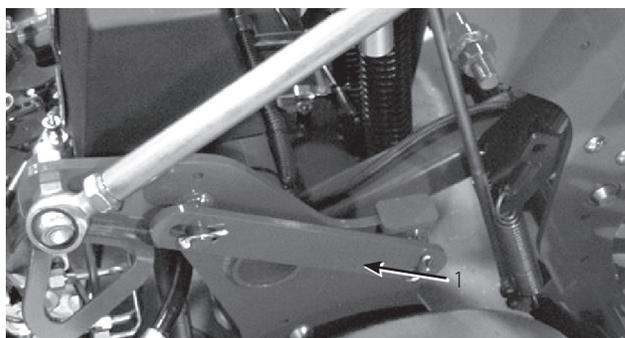

図 21
2. ラッチを止めているクリップ・リングを外す (図21)。